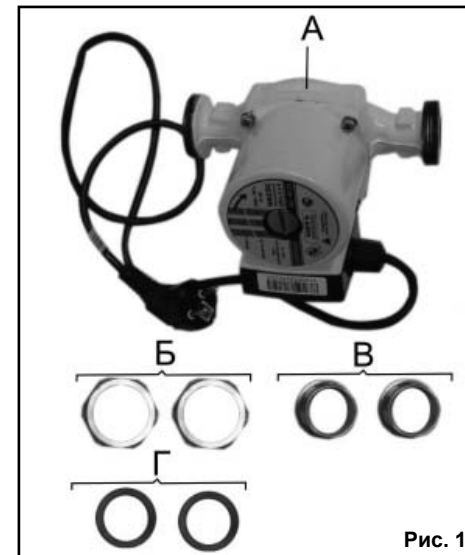
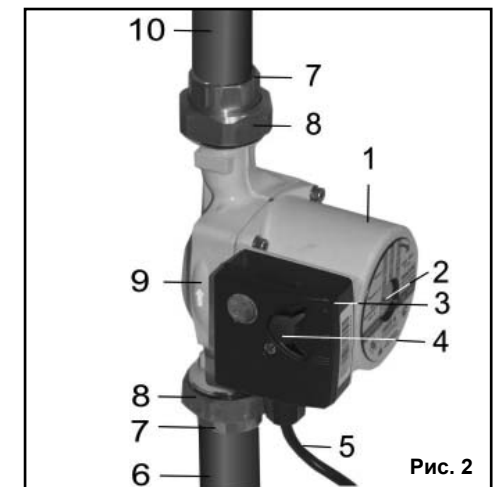

Рис. 1
Рис. 2
3. КОМПЛЕКТНОСТЬ (Рис. 1)
6. УСТРОЙСТВО НАСОСА (Рис.2)
7.1.4. Стрелка на корпусе 9 (Рис.2) насоса указывает правильное направление движения воды.
7.1.6. Соединение с трубопроводом системы производится с помощью соединителей 7 (Рис.2). Закрепите соединители 7 на корпусе насоса 1 с помощью гаек 8 (Рис.2) через прокладки Г (Рис.1). Обязательно необходимо обеспечить герметичность соединений.
7.1.7. Чтобы предотвратить загрязнения насоса, рекомендуем предусмотреть во всасывающем патрубке 6 (Рис.2) фильтр (не комплектуется).
7.1.8. На всасывающем трубопроводе 6 (Рис.2) рекомендуем установить обратный клапан (не комплектуется)
7.1.9. Исключите попадание воды на клеммную коробку 3 (Рис.2). Расположение клеммной коробки 3 на шесть часов запрещается.
8. РАБОТА (Рис.2)